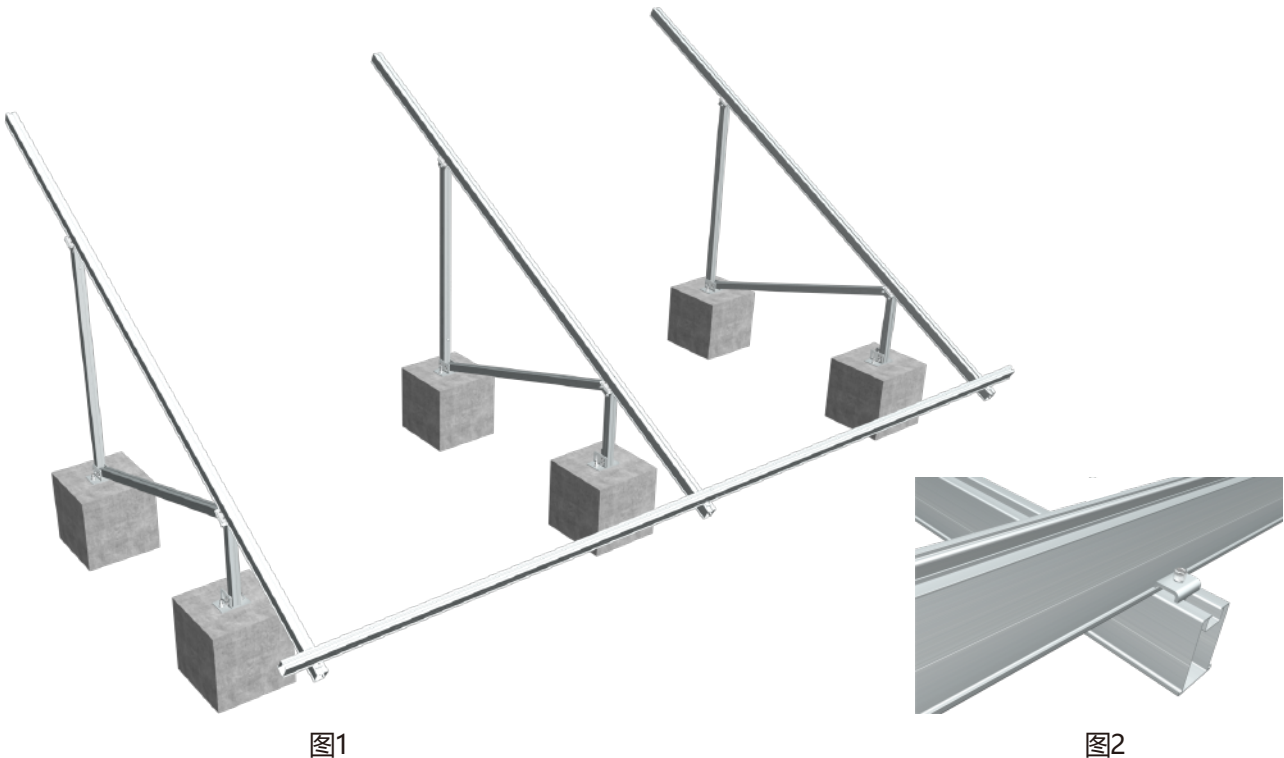

图1
2.4a,将横梁85 放在纵梁80 上 (图1) (较长阵列安装时建议每组安排3-4 人进行安装) ;